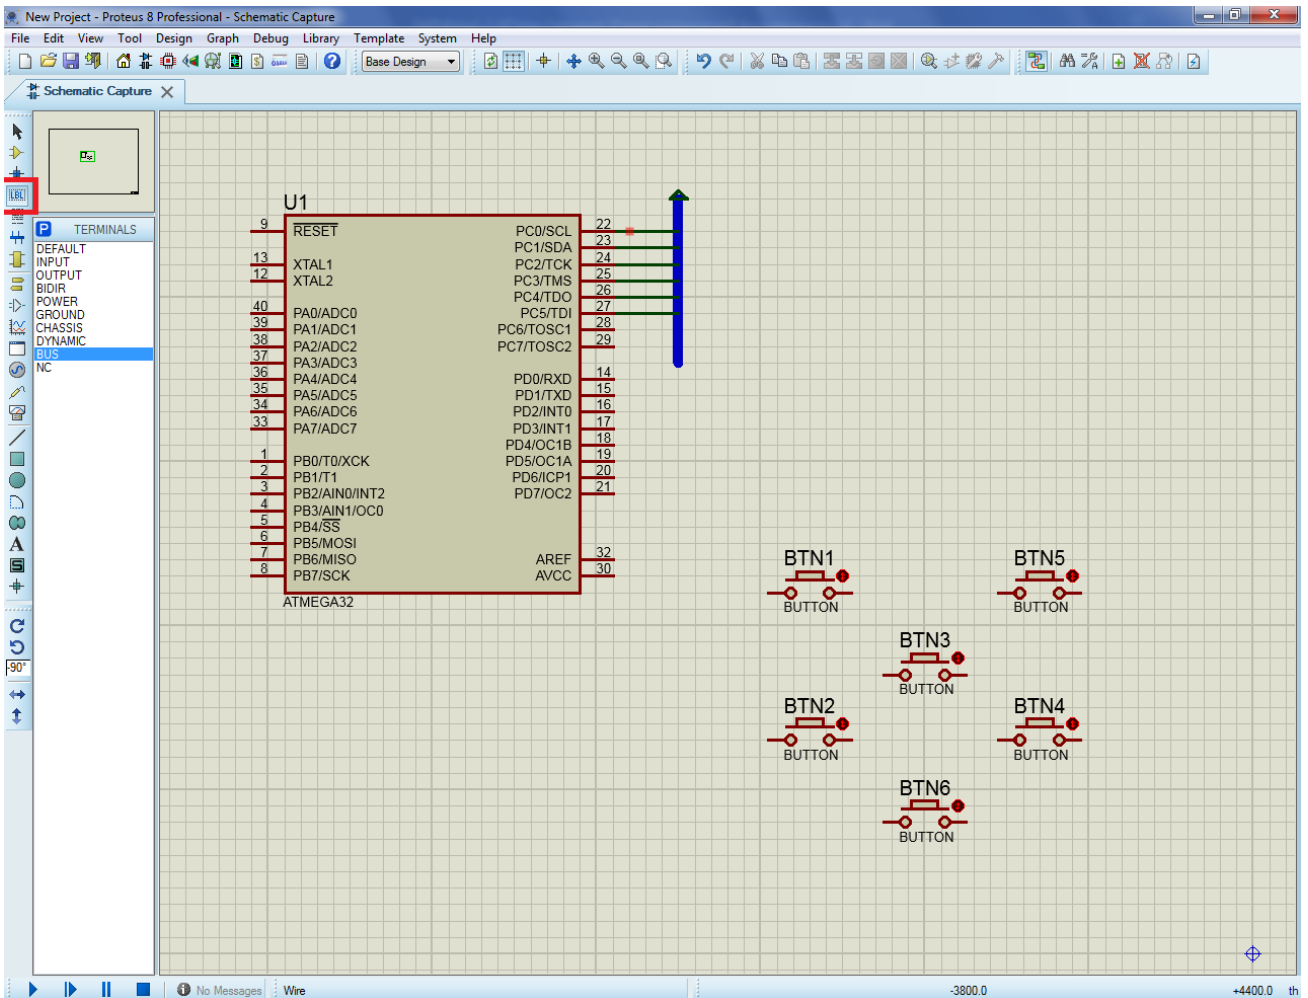

Рис. 1.19 – Проложенные линии связи к линии BUS.
- соединяем первые 6 пинов микроконтроллера с линией BUS (рис. 1.19);